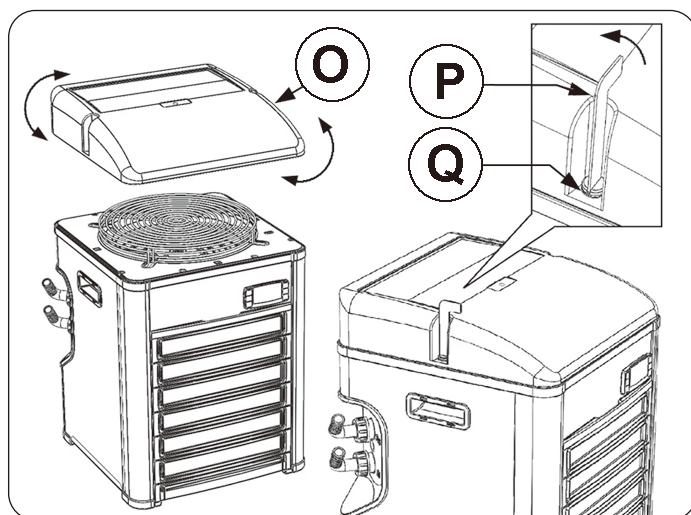

図 4
- 8) エアコンベヤー (図 4 の O) を回転させ熱風の出口の方向を選び、付属のレンチ (図 4 の P) を使って 2 本のネジを反時計回りに 1/4 周だけ回転させて固定してください。(図 4 の Q)